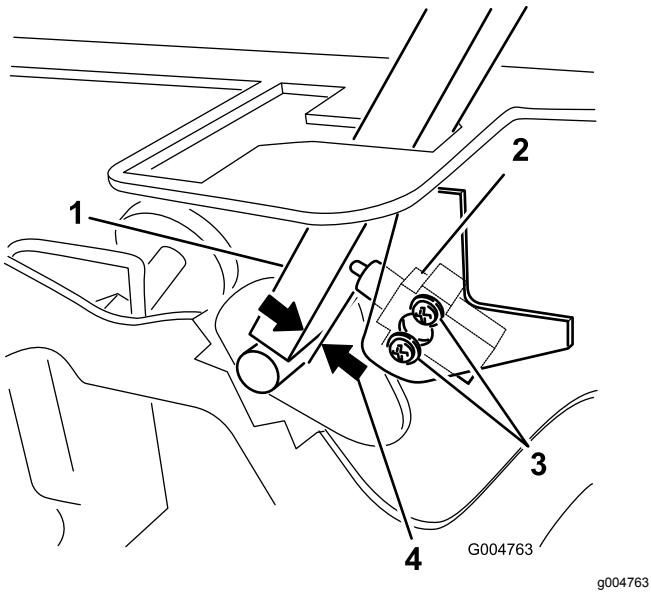

Figure 70
3. Desserrez les 2 vis de fixation du contacteur de sécurité (Figure 70).
4. Maintenez le levier de commande contre le cadre et rapprochez le contacteur du levier jusqu'à ce qu'ils soient espacés de 0,4 à 1 mm (0,015 à 0,045 po), comme montré à la Figure 70.